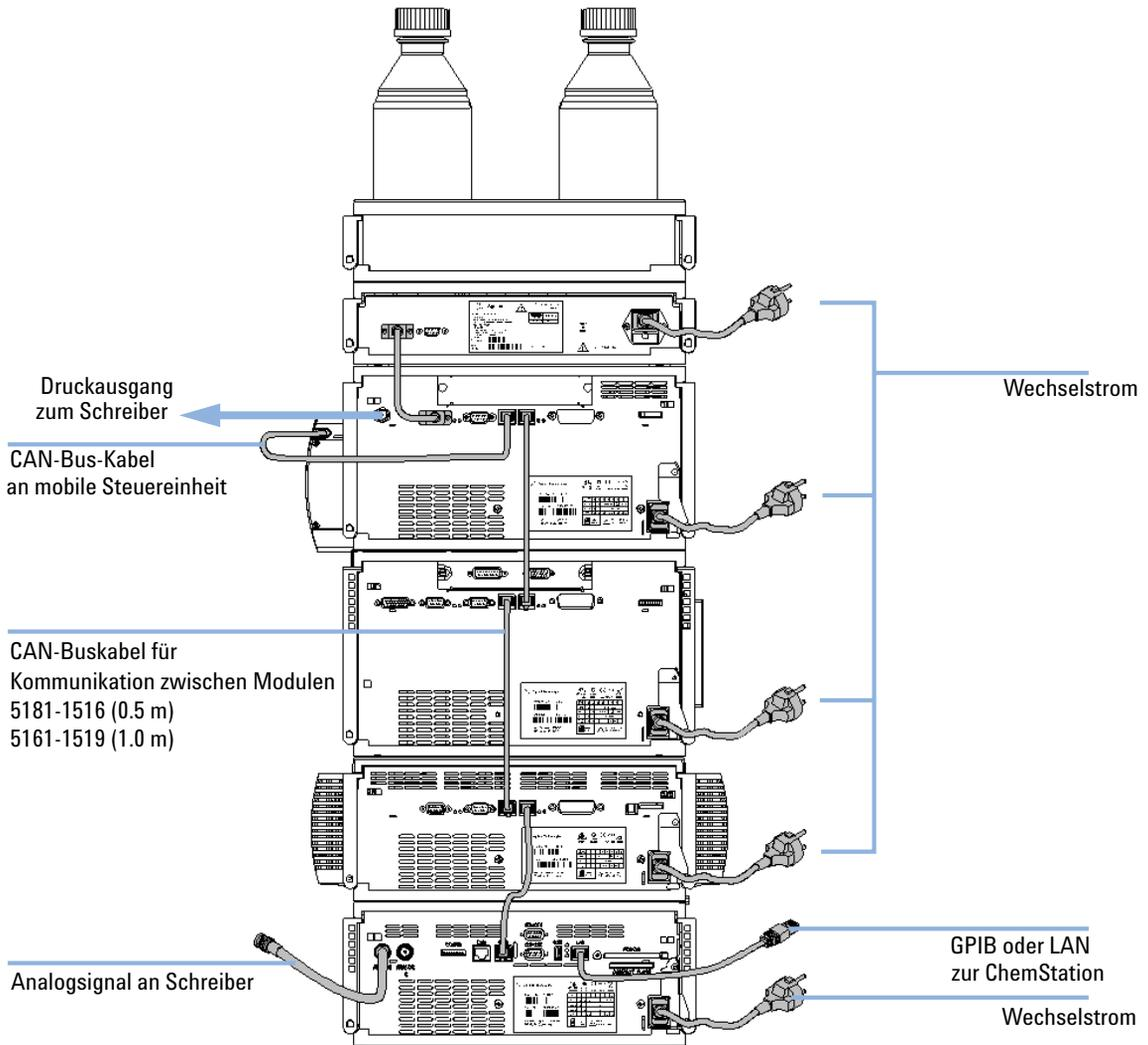

Abbildung 6 Empfohlene Geräteanordnung (Rückansicht)
- 4 Verbinden Sie das CAN-Kabel mit dem CAN-Anschluss des nächsten Moduls, siehe Abbildung 6 auf Seite 31.
- 4 Verbinden Sie das APG-Kabel mit dem APG-Remote-Anschluss der Pumpe, siehe Abbildung 6 auf Seite 31.